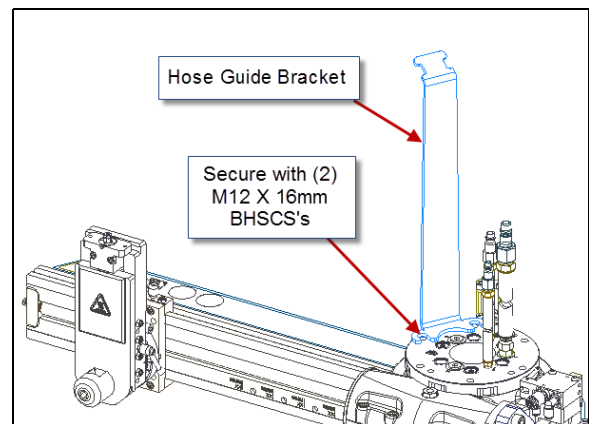

РИСУНОК 4-1. КРОНШТЕЙН НАПРАВЛЯЮЩЕЙ ШЛАНГА
- Убедитесь, что все трубопроводы, кабели и шланги надлежащим образом подсоединены и закреплены вдали от движущихся деталей. Для крепления шлангов поставляется легкий кронштейн в составе комплекта инструментов (см. на рис. 4-1).